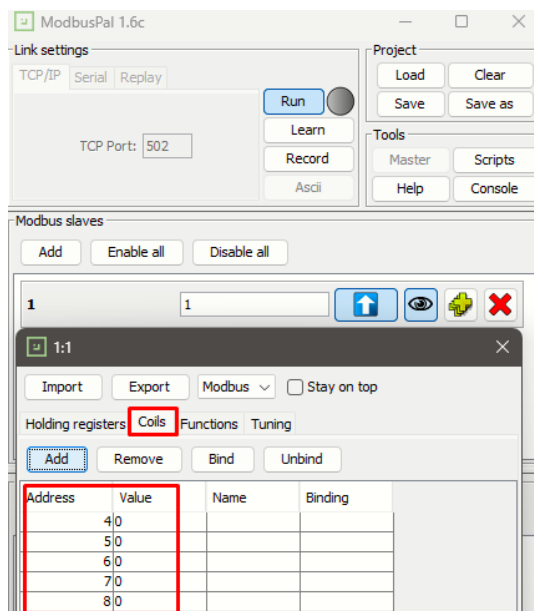

Figura 143: Coils del esclavo de Modbus Pal.
- II. Uso de Modbus Pal para simular coils Modbus: al igual que en el paso anterior, se emplea Modbus Pal como emulador, pero esta vez, se agregan coils al esclavo 1. Esto se puede observar en la Figura 143.